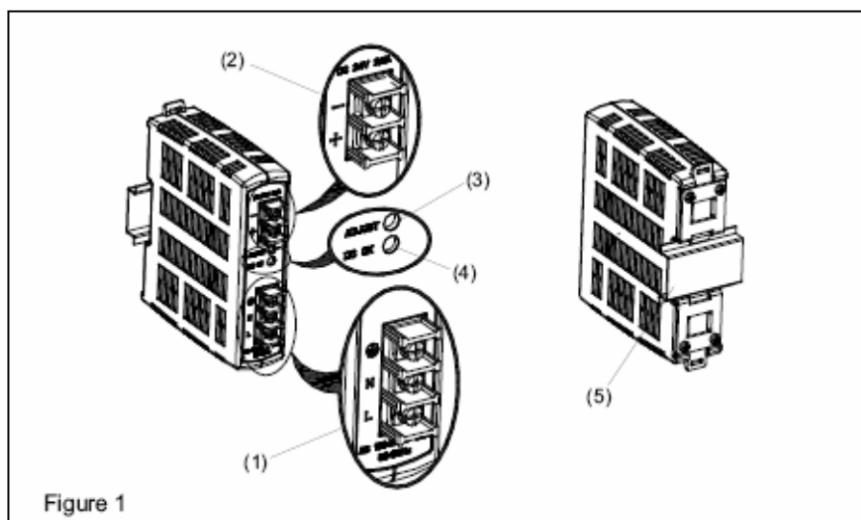

Figure 1
2. Описание конструкции устройства (Рис. 1)
5.1. Подключение напряжения питания (Рис. 1, Рис. 5)
Для подключения напряжения питания 100-240 VAC используются клеммы L, N и PE входного клеммного соединителя (смотрите Рис.1). В 3-х фазных системах питания (например, 3 x 220 В) используйте для подключения две фазы источника напряжения к клеммам L и N. Необходимо также подключение защитного проводника к клемме PE и обеспечить изоляцию между всеми полюсами подключения. Устройство имеет встроенный плавкий предохранитель. Для внешней защиты рекомендуется использовать внешний автоматический выключатель с номинальными токами 6 А, 10 А или 16 А.
5.2. Подключение к выходным клеммам (позиция 2 на Рис.1)
Для подключения выходного постоянного напряжения 24 В используются клеммы “+” и “-” выходного клеммного соединителя. Выходное напряжение может быть отрегулировано встроенным потенциометром в пределах от 22 В до 28 В. Светодиод зеленого свечения индицирует о наличии напряжения на выходе блока питания (позиция 4 Рис.1). Блок питания имеет встроенные защиты от перегрузки выхода, от короткого замыкания на выходе, от перенапряжения на выходе (ограничение выходного напряжения значением 35 В).